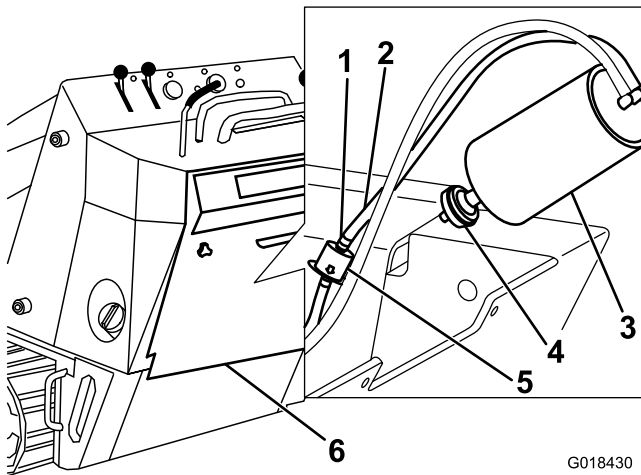

Figura 31
3. Retire y deseche el filtro de aire (Figura 31).
4. Instale un filtro nuevo en el cartucho de carbón (Figura 31).
3. Aleje del filtro las abrazaderas de muelle de ambos lados del filtro del tubo de purga del cartucho de carbón (Figura 31).
4. Retire y deseche el filtro del tubo de purga (Figura 31).
5. Instale un filtro nuevo en el tubo con la flecha del filtro apuntando en el sentido opuesto al cartucho de carbón, y sujételo con las abrazaderas (Figura 31).